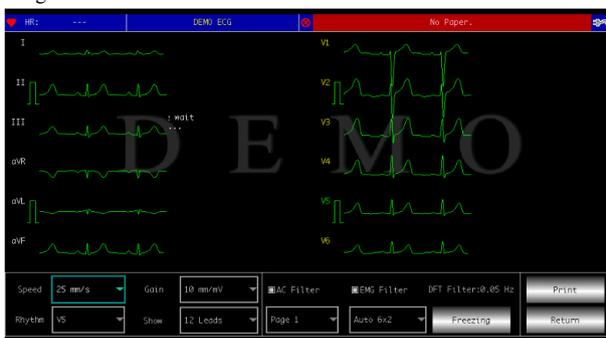

Figura 6-2 Avviso per mancanza di carta
(2) Tirare la carta da stampa dall'apposito foro presente sul coperchio dello scomparto della carta e chiudere il coperchio.
6.1.3 Se la carta da stampa si esaurisce durante una stampa, il dispositivo arresterà automaticamente la stampa e il display mostrerà un avviso per la mancanza di carta, come mostrato nella Figura 6-2.